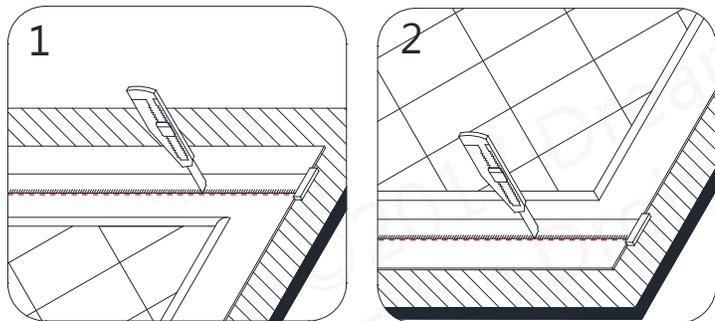
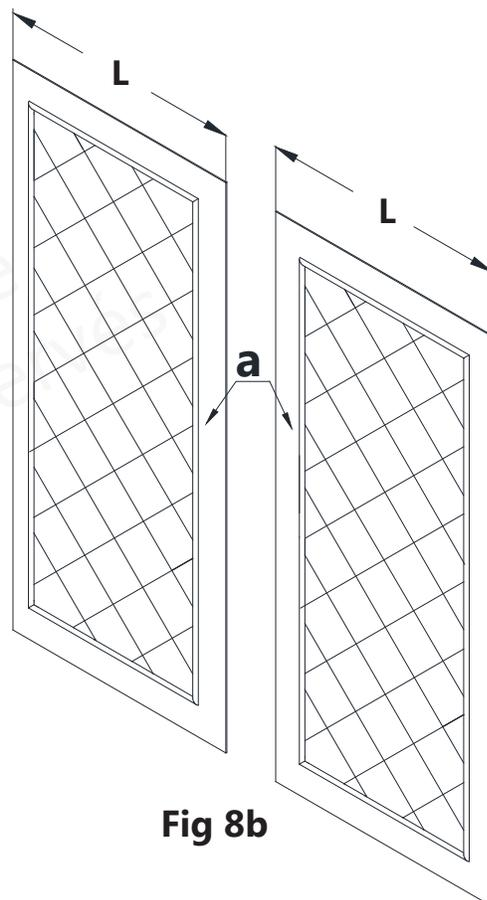

Fig 8a
Fig 8b
8. Placez le **panneau arrière (N°02)** sur un bout de panneau plat de contreplaqué ou de particules. Utilisez un équerre en T et un couteau industriel affilé pour inciser en suivant les repères tracés le long du **panneau arrière (N° 02)** (de l'étape précédente), et continuez d'inciser en suivant les repères jusqu'à ce que vous ayez complètement découpé le panneau. **(Fig. 8a et Fig. 8b)**